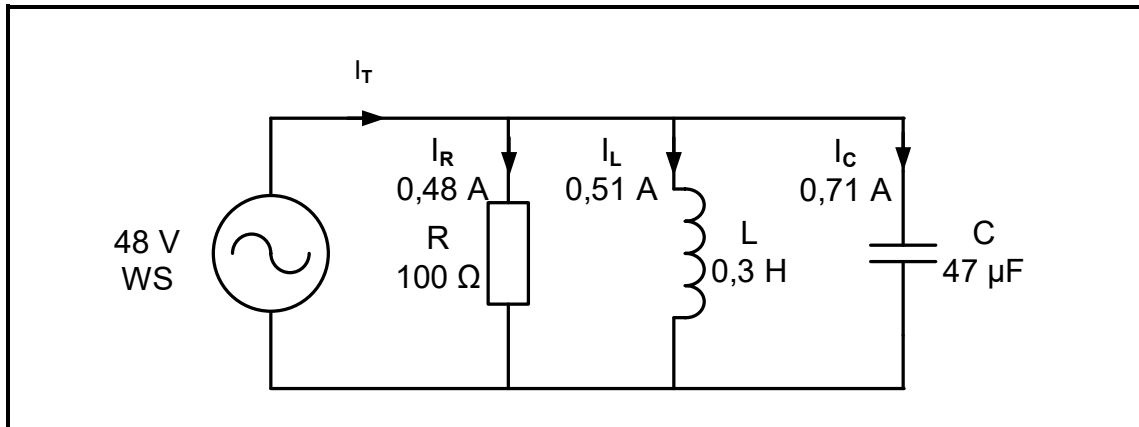

**FIGUUR 3.3**
- 3.3 Teken die fasordiagram in FIGUUR 3.3 hieronder oor en voltooi dit. Wanneer dit benoem word, gebruik die relevante berekende waardes uit die berekening hierbo.